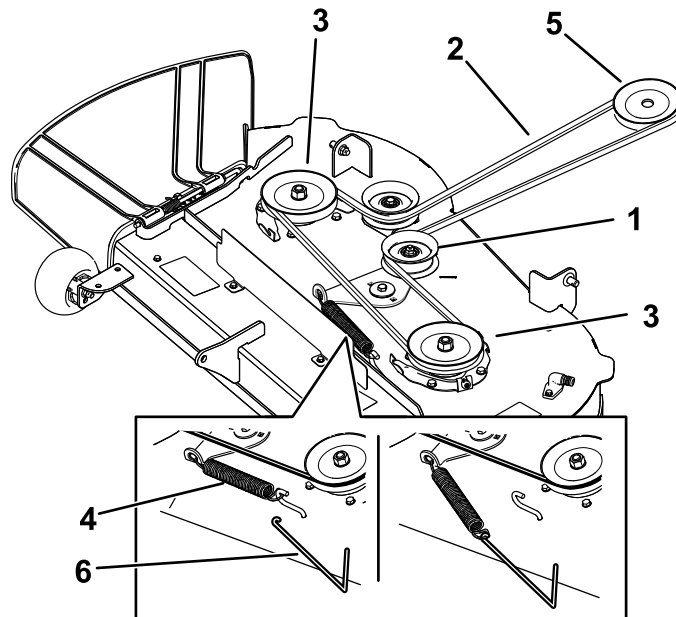
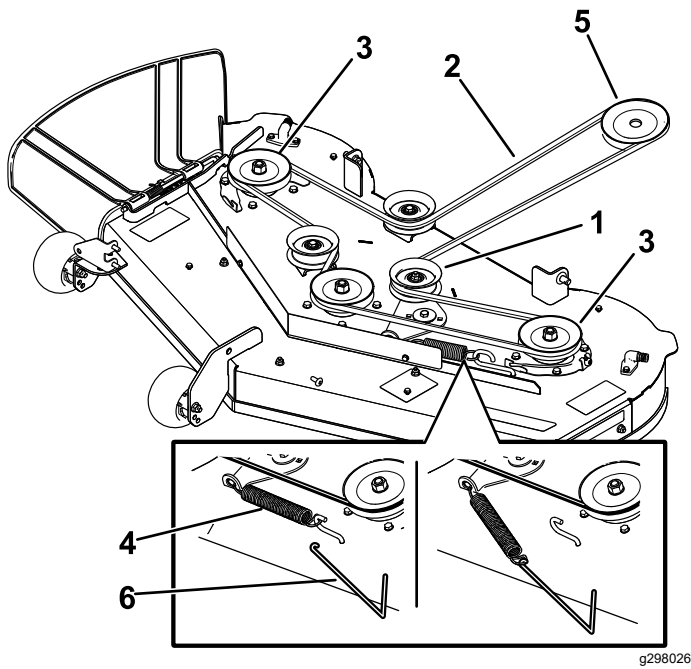

図 57
図 58
7. スプリング取り外し工具Toro P/N 92-5771を用いて、デッキのフックからアイドラスプリングを取り外してスプリングのテンションをなくし、プーリからベルトを取り外す 図 57または図 58。
8. エンジンプーリとデッキプーリに新しいベルトを掛け回す 図 57または 図 58。
9. スプリング取り外し工具 Toro P/N 92-5771を用いて、デッキのフックにアイドラスプリングを取り付けてスプリングにテンションを掛ける。これによりアイドラプーリとベルトが強く張る 図 58または 図 57。